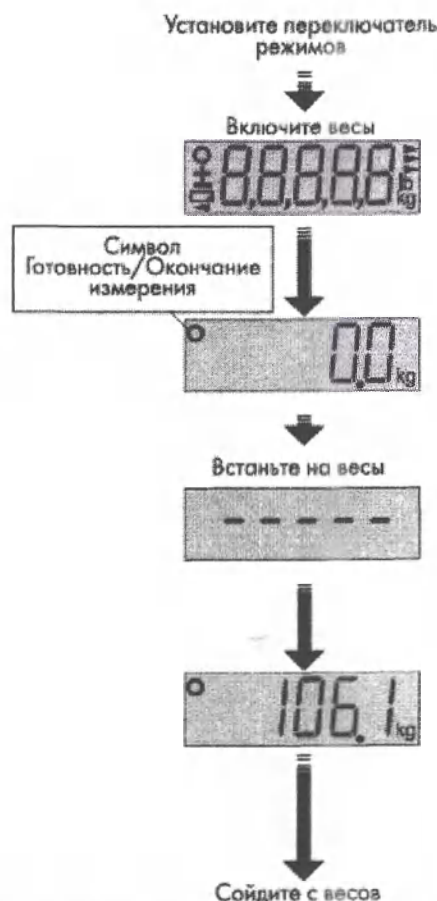

Рисунок 7. – Проведение измерения.
2. Включить весы, нажав кнопку СТАРТ. На дисплее появится набор символов, подтверждающий исправность весов (рисунок 7.).